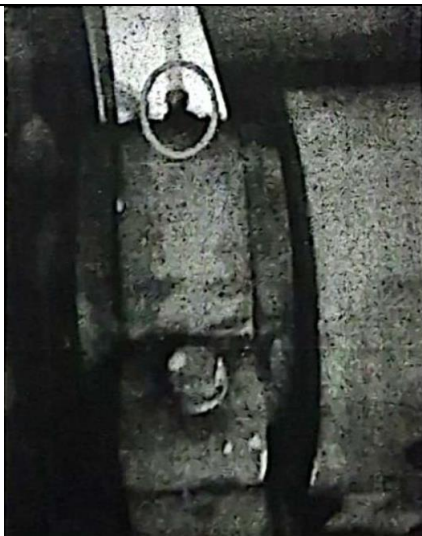

Figura 1.3 Chumacera con punto de engrase indicado.
PASO 2: Ubicar los puntos de engrase de la chumacera de ambos lados, como se muestra en la Figura 1.3. Una vez ubicados, lubricar con el mango de presión de la graseras.